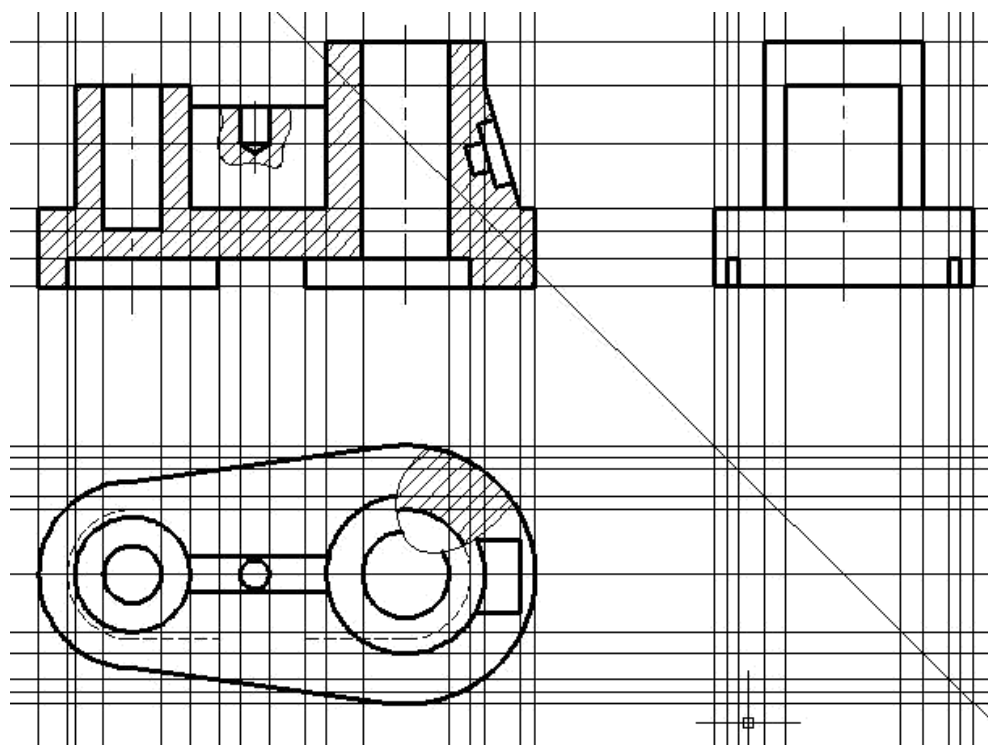

Рис. 4.1. Вспомогательные прямые, которые используют для обеспечения проекционной связи изображений
При выполнении задания «Разрезы простые» необходимо обеспечить проекционную связь изображений. В качестве данных изображений используются виды и разрезы, представленные на рис. 4.1.
На рис. 4.1 приведен пример построения трех изображений предмета в проекционной связи с использованием вспомогательных прямых. На первом этапе формируют изображение вида сверху, на втором – строят изображения вертикальных линий проекционной связи, используя команду **Прямая (Construction Line)** и опцию **Вер (Ver)**. На третьем этапе строят горизонтальные вспомогательные прямые линии по заданным размерам с использованием команды **Прямая (Construction Line)** и опций **Гор (Hor)** и **Отступ (Offset)**.
8. Установить текущим слой 0. Изобразить совокупность вспомогательных линий для изображения вида слева. Установить текущим слой **основная**. Изобразить вид слева (см. рис. 4.1).